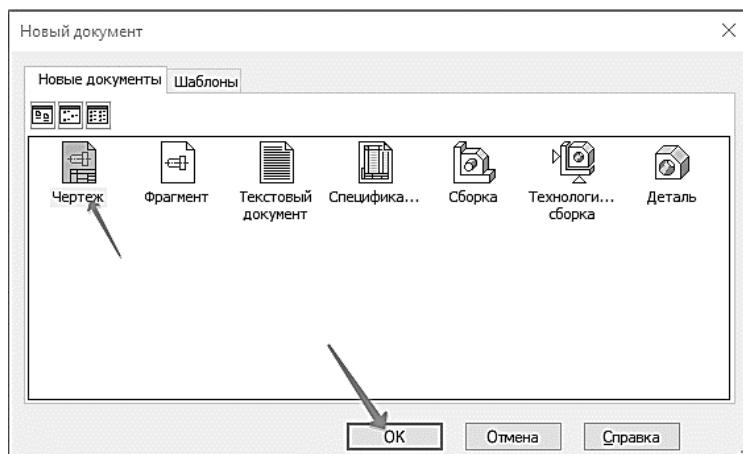

Рис. 88. Создание чертежа
1.2 В диалоге **Новый документ** укажите тип создаваемого документа **Чертеж** и нажмите кнопку **ОК** (рис. 88).